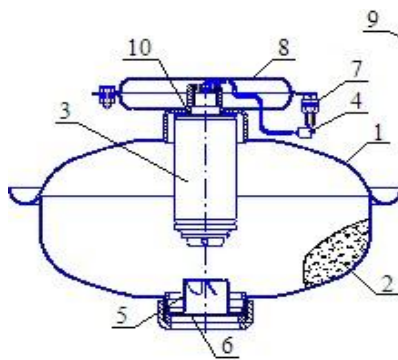
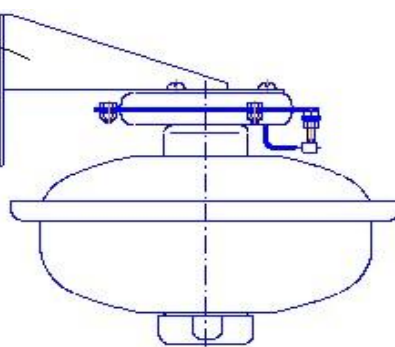
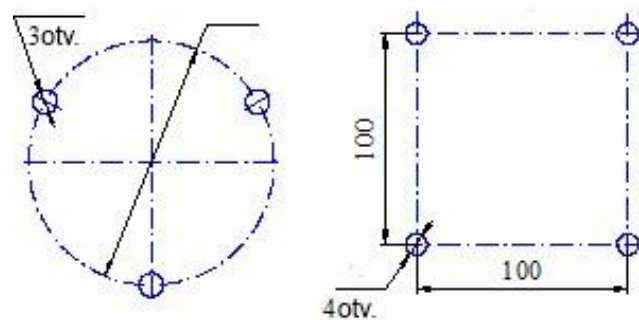

Bild 1
Bild 2
Bild 3
4.2.1 MPH (Bild 1. und Bild 2.) besteht aus dem Druckkörper **1**, der folgendes beinhaltet: Löschpulver (HP) **2** und Kaltgasgenerator (GSP) **3** mit Elektrozünder **4**. In der vorderen Seite der Haube befindet sich der Zerstäuber Einsatz **5**, sowie die Ausgangsöffnung, die mit einer Membrane abschließt **6**. Das Modul ist ausgerüstet mit einer Erdungsklemme **7**. Der obere Teil des MPH ist ausgerüstet mit einem Halter **8**, der bestimmt ist für die Deckenbefestigung (Bild 1) oder Halter **9**, der bestimmt ist für die Wandbefestigung (Bild 2).
6.2 Die Aufhängung 8 kann unter der Decke (Bild 1) oder die Aufhängung 9 (Bild 2) kann an der Wand angebracht werden. Bitte markieren Sie die Stellen für die Befestigung der Aufhängung wie auf dem (Bild 3) und an der Wand gem. (Bildern 4) dargestellt.